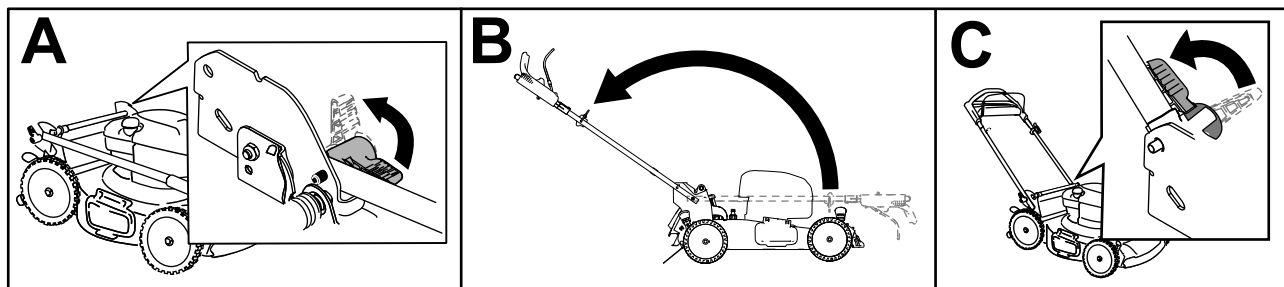

Рисунок 3
1. Разблокируйте рукоятку (вид А на Рисунок 3).
2. Переместите рукоятку назад в рабочее положение (вид В на Рисунок 3).
3. Установите фиксатор рукоятки так, чтобы штифт встал на место со щелчком и закрепил рукоятку в рабочем положении (вид С на Рисунок 3).